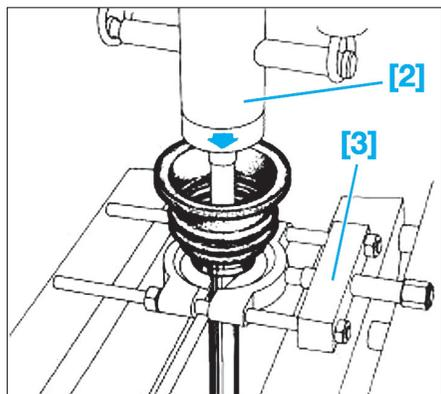

Fig. 13
- [2]. Presse et extracteur (Fig.13).
- [3]. Extracteur (Fig.13).
- Extraire l'ensemble roulement et soufflet de l'arbre de transmission de la même manière que pour le tripode (Fig.13).